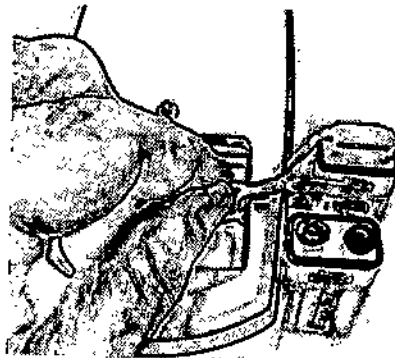

Fig.2
3. Tomar los cables que se encuentran dentro del portapilas e insertar cada batería en cada conector. Se podrá apreciar que el conector se inserta de una sola manera en la batería para que de esta manera se respete la polaridad de alimentación. En caso de inversión accidental de polaridad el equipo dispone de protecciones para evitar cualquier daño (Fig. 2).